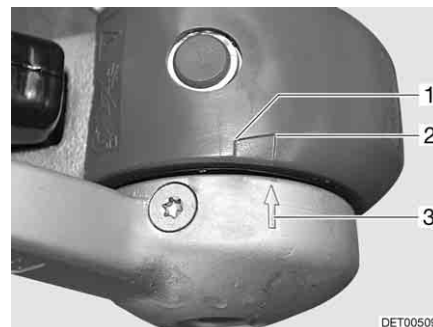

Fig. 210 Guarnizioni di attrito
- Se la freccia sul disco pressione (Fig. 210,3) si trova prima o alla superficie di marcatura (Fig. 210,2), le guarnizioni di attrito sono ancora allo stato nuovo.
- Se la freccia sul disco pressione si trova all'interno della superficie di marcatura (Fig. 210,1 a 2), le guarnizioni di attrito sono leggermente consumate.
- Se la freccia sul disco pressione si trova alla fine della superficie di marcatura (Fig. 210,1) o la supera, le guarnizioni di attrito sono consumate.